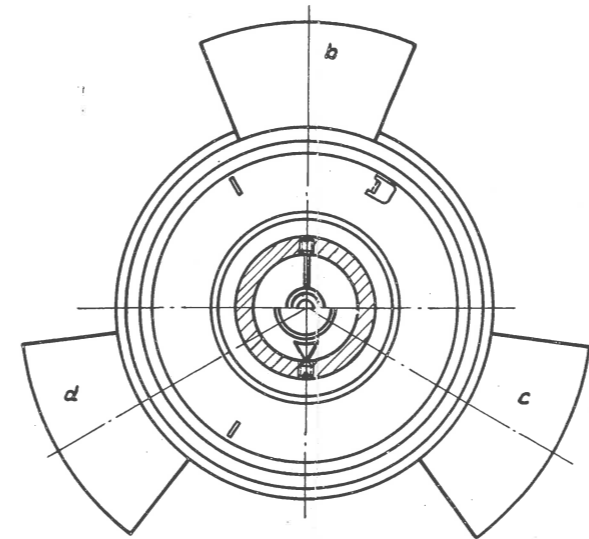
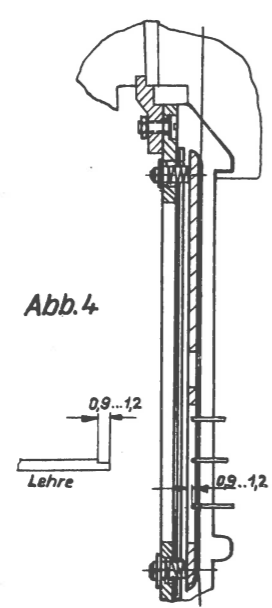

Abb. 3
Abb. 4
- m) Neue Zahntrommelachse (6. Ausführung) einsetzen und nach Pos. l bis a montieren. Das Stützlager 11 (siehe Smf. Übs. 301/2 Bl. 3, Bild 3) ist gegen ein neues nach Bild 4 (Fot. kino. 14, Tz. 107) auszuwechseln.